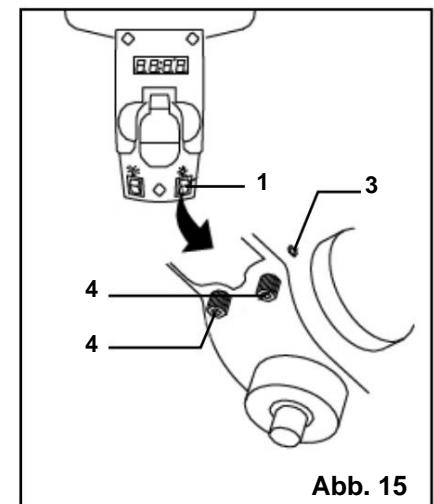

Abb. 15
3. Legen Sie ein Kombinationswinkel (Abb. 15 - 5) (nicht im Lieferumfang enthalten) wie gezeigt auf den Tisch und legen Sie die lange gerade Kante des Kombinationswinkels an den Bohrer. Stellen Sie sicher, dass der Bohrer parallel bzw. genau auf die gerade Kante des Winkels ausgerichtet ist.
EINSTELLEN DES LASER (ABB. 15 UND 16)
2. Drehen Sie den Laserschalter (Abb. 15 - 1) in die Position ON.
a. Drehen Sie die Laserjustierschrauben (Abb. 15 - 3) mit dem mitgelieferten 3-mm-Inbusschlüssel gegen den Uhrzeigersinn. Auf jeder Seite des Kopfes befindet sich eine.
b. Drehen Sie das Laserlichtgehäuse (Abb. 15 - 4), bis sich die beiden Laserlinien dort kreuzen, wo der Bohrer auf das Werkstück trifft.
5. Die Einstellschrauben (Abb. 15 - 3) wieder festziehen.